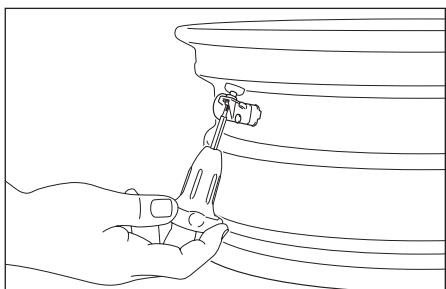

Fig. 3
1. Retire el tornillo que sujetla el sensor al vástago de la válvula y retire el sensor. (ver Fig. 3)